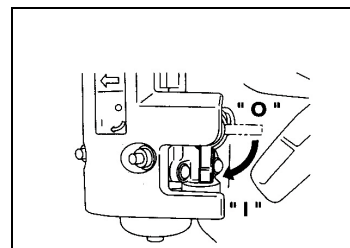

Bild 11
- Bild 11: Den Kraftstoffhahn öffnen,